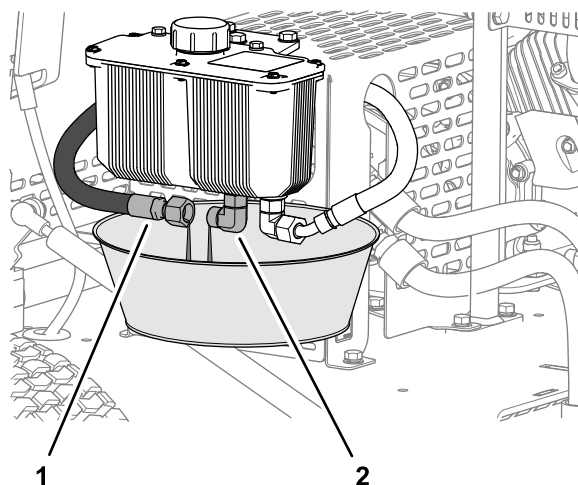

Figura 37
1. Amplasati o tavă de golire cu o capacitate de 2 l sub rezervorul de ulei hidraulic (Figura 37).
2. Îndepărtați furtunul de alimentare cu ulei hidraulic din fittingul rezervorului și lăsați uleiul hidraulic să se scurgă complet (Figura 37).